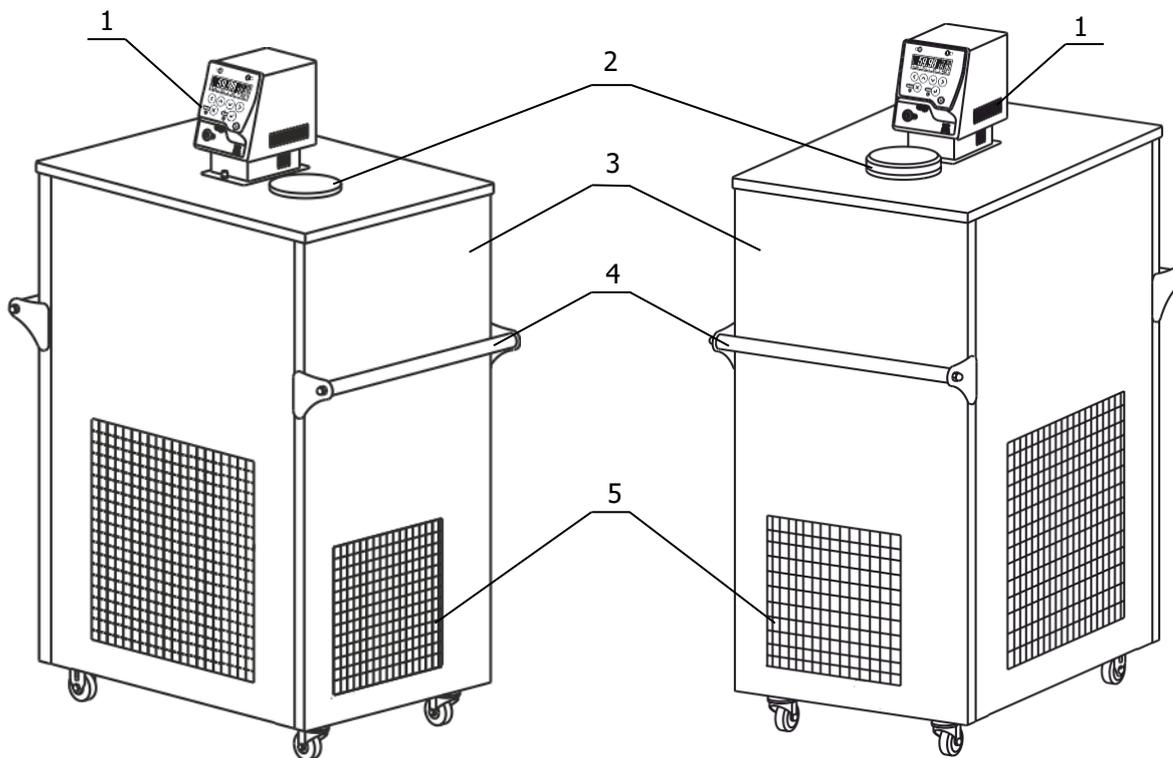

Рисунок 1 — Внешний вид термостатов: ТЕРМОТЕСТ-05 (слева) и ТЕРМОТЕСТ-05-1 (справа)
- использовать крышку 2 (рисунок 1), ограничивающую доступ воздуха к поверхности теплоносителя, при выходе на установленную температуру и в промежутках между операциями поверки;